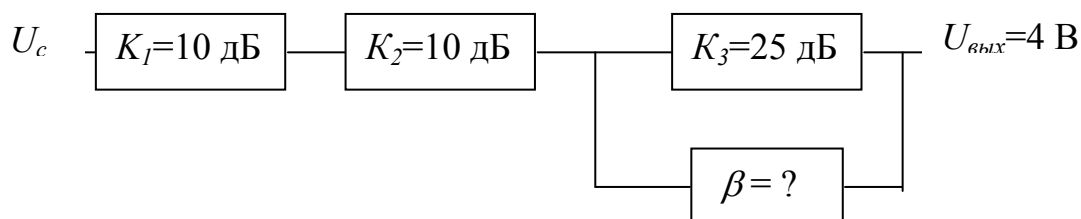

Рисунок 2.2
19. Какими должны быть U_c без обратной связи, $U_{св}$ на входе выходного каскада на рис. 2.2 и глубина обратной связи, вводимой для снижения коэффициента гармоник по второй гармонике с 8% до 2%?